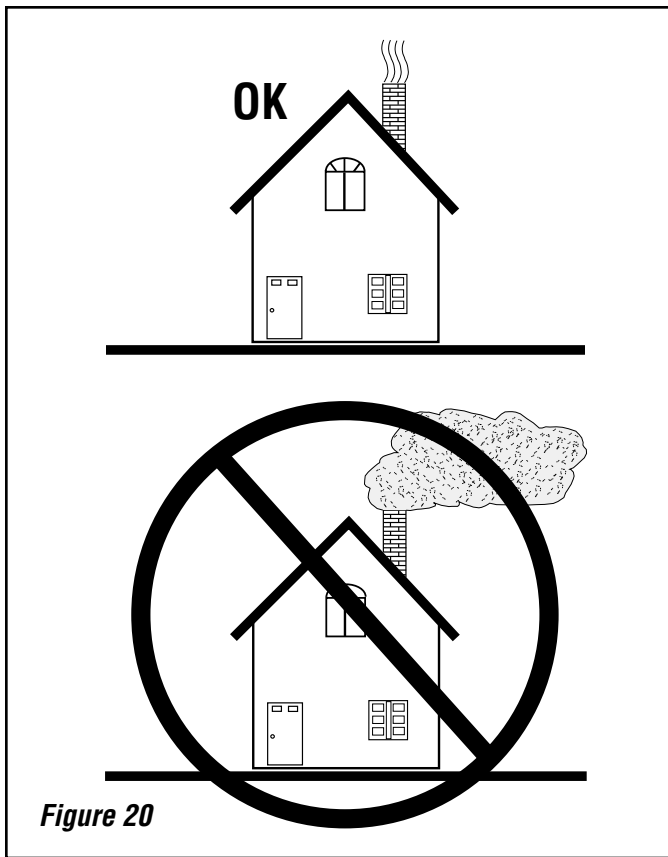

Figure 20
7. Pour obtenir les meilleurs résultats, utiliser de petits morceaux de bois et allumez le feu du haut du tas de bois afin de faire monter la température du poêle, puis charger de plus gros morceaux pour maintenir la flambée. Si nécessaire, entrouvrir la porte pour permettre l'allumage de la charge de combustible. Ne pas laisser l'unité sans surveillance quand la porte avant est légèrement ouverte. Après quelques minutes de forte flambée, ajouter des morceaux de bois plus gros puis régler le registre de gauche en fonction de la production de chaleur voulue. Vérifier l'évacuation toutes les 15 à 20 minutes (voir **figure 20**). Une fumée importante indique que le réglage est incorrect (trop élevé ou trop faible). Ajuster le réglage puis revérifier 5 à 10 minutes plus tard.
6. Sortir de l'habitation et vérifier la cheminée. La quantité de fumée doit être très réduite ; une quantité plus élevée indique un gaspillage de chaleur, une accumulation de créosote et de la pollution (voir **figure 20**).